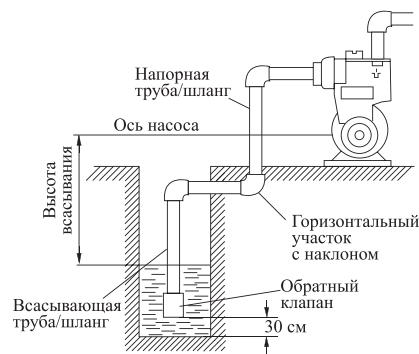

рис. 2
4.4 Присоедините к входному отверстию всасывающую трубу (шланг) и опустите её в воду, как показано на рис.2.
Внимание! Для оптимальной работы станции на всасывающую трубу необходимо установить обратный клапан (рис.2).